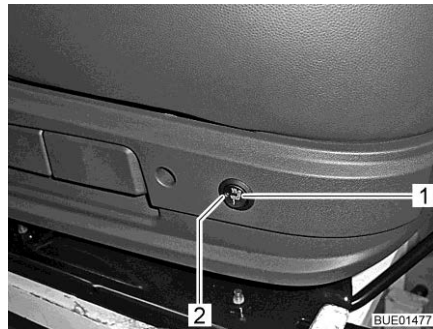

Bild 20 Brytare för stolsvärme
- Tryck på knappen (Bild 20,1) baktill på vänstra sidan av stolkonsolen.
När stolsvärmern är påslagen lyser kontrollampan (Bild 20,2).
- Ställ knappen (Bild 20,1) på mittläge. Lampan släcks.